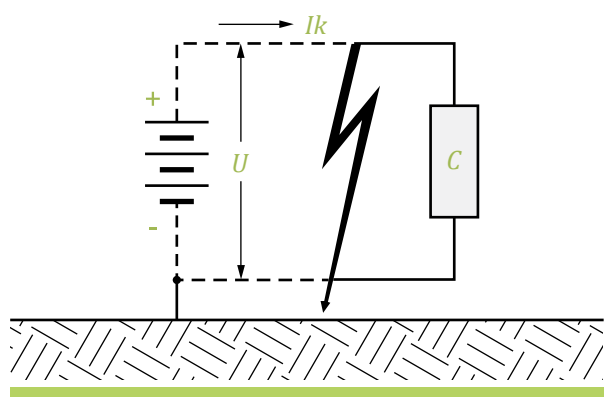

Figura 11
- » Primer caso: El valor de la corriente de cortocircuito  $I_k$  dependerá del valor de la tensión  $U$  y de la resistencia de los cables involucrados en el circuito de esta, como se puede apreciar en la figura 11. No se observa la influencia de la conexión a tierra.